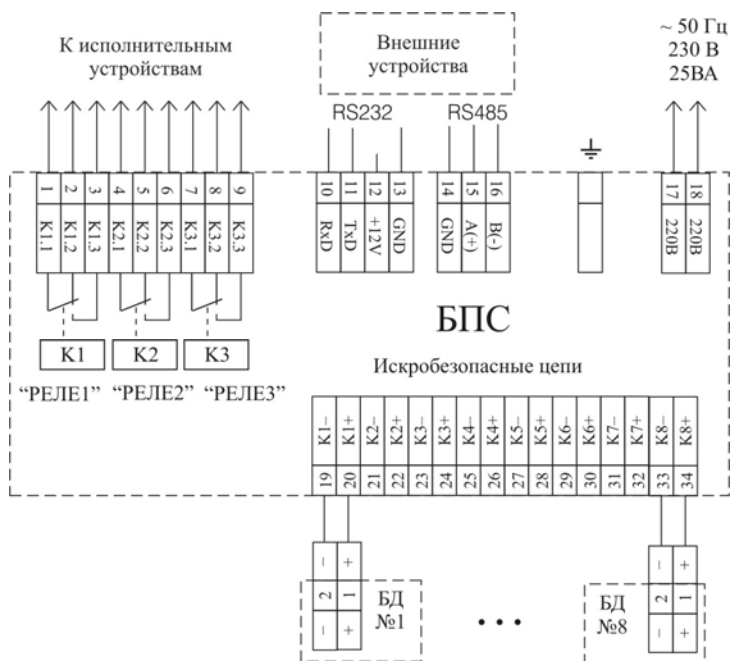

Рисунок 7.4
**Обработка состояния неисправность.** При подаче питания на прибор исполнительное устройство РЕЛЕ1 включается, т.е. если прибор выключен это соответствует состоянию неисправность. При возникновении состояния неисправность постоянно горит светодиодный индикатор НЕИСПР. и звучит сигнал зуммер (0.5 с сигнал 10 с пауза). Выключается внешнее исполнительное устройство РЕЛЕ1 – эквивалентно состоянию нет питания (см.рисунок 7.4). Отмена состояния **пропадание неисправности или нажатие кнопки “СБРОС” оператором.**
**Обработка состояния ПОРОГ1.** При превышении концентрации “порог1” включения СО мигает светодиодный индикатор ПОРОГ 1 (по 0.25 с сигнал/пауза). Включается внешнее исполнительное устройство РЕЛЕ3 (см.рисунок 7.4). Отмена состояния **снижение концентрации СО < порога 1 отключения или нажатие кнопки “СБРОС” оператором.**
При превышении концентрации “порог1” включения СхНх постоянно горит светодиодный индикатор ПОРОГ1 и звучит сигнал зуммер (0.3 с сигнал 1.7 с пауза). Включается внешнее исполнительное устройство РЕЛЕ3 (см.рисунок 7.4). Отмена состояния **снижение концентрации СхНх < порога 1 отключения или нажатие кнопки “СБРОС” оператором.**
При превышении концентрации “порог1” включения  $CL_2$  мигает светодиодный индикатор ПОРОГ 1 и звучит сигнал зуммер (по 0.5 с сигнал/пауза). Включается внешнее исполнительное устройство РЕЛЕ3 (см.рисунок 7.4). Отмена состояния **снижение концентрации  $CL_2$  < порога 1 отключения или нажатие кнопки “СБРОС” оператором.**
При превышении концентрации “порог1” включения  $NH_3$  мигает светодиодный индикатор ПОРОГ 1 и звучит сигнал зуммер (по 0.5 с сигнал/пауза). Включается внешнее исполнительное устройство РЕЛЕ3 (см.рисунок 7.4). Отмена состояния **снижение концентрации  $NH_3$  < порога 1 отключения или нажатие кнопки “СБРОС” оператором.**
При понижении концентрации ниже “порог1” включения  $O_2$  мигает светодиодный индикатор ПОРОГ 1 и звучит сигнал зуммер (3 с сигнал, 1 с пауза). Включается внешнее исполнительное устройство РЕЛЕ3 (см.рисунок 7.4). Отмена состояния **повышение концентрации  $O_2$  > порога 1 отключения или нажатие кнопки “СБРОС” оператором.**
**Обработка состояния ПОРОГ2.** При превышении концентрации “порог2” включения СО постоянно горит светодиодный индикатор ПОРОГ2, постоянное звучание ЗУММЕР. Включается внешнее исполнительное устройство РЕЛЕ2 (см. рисунок 7.4). Отмена звукового сигнала и восстановление состояния РЕЛЕ2 **снижение концентрации СО < порога 2 отключения и нажатие кнопки**
При превышении концентрации “порог2” включения СхНх постоянно горит светодиодный индикатор ПОРОГ2 и звучит сигнал зуммер (1.7 с сигнал 0.3 с пауза). Включается внешнее исполнительное устройство РЕЛЕ2 (см.рисунок 7.4). Отмена состояния **только нажатие кнопки “СБРОС” оператором**, так как значение ПОРОГ2 совпадает со значением перегрузки БД.
При превышении концентрации “порог2” включения  $CL_2$  постоянно горит светодиодный индикатор ПОРОГ2 и звучит сигнал зуммер (3 с сигнал 1 с пауза). Включается внешнее исполнительное устройство РЕЛЕ2 (см.рисунок 7.4). Отмена состояния **снижение концентрации  $CL_2$  < порога 2 отключения или нажатие кнопки “СБРОС” оператором**.
При превышении концентрации “порог2” включения  $NH_3$  постоянно горит светодиодный индикатор ПОРОГ2 и звучит сигнал зуммер (3 с сигнал, 1 с пауза). Включается внешнее исполнительное устройство РЕЛЕ2 (см.рисунок 7.4). Отмена состояния **снижение концентрации  $NH_3$  < порога 2 отключения или нажатие кнопки “СБРОС” оператором**.
При превышении концентрации “порог2” включения  $O_2$  мигает светодиодный индикатор ПОРОГ2 и звучит сигнал зуммер (3 с сигнал, 1 с пауза). Включается внешнее исполнительное устройство РЕЛЕ2 (см.рисунок 7.4). Отмена состояния **снижение концентрации  $O_2$  < порога 2 отключения или нажатие кнопки “СБРОС” оператором**.